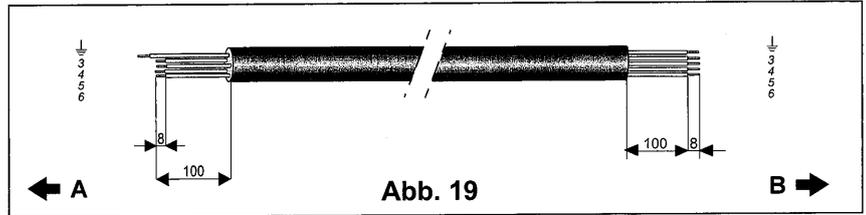

Abb. 19 A. AUSSEN B. INNEN
2. Bereiten Sie die Kabelenden des Vielfach Adern Kabels (3) zum Verbinden wie in Abb. 19 vor.